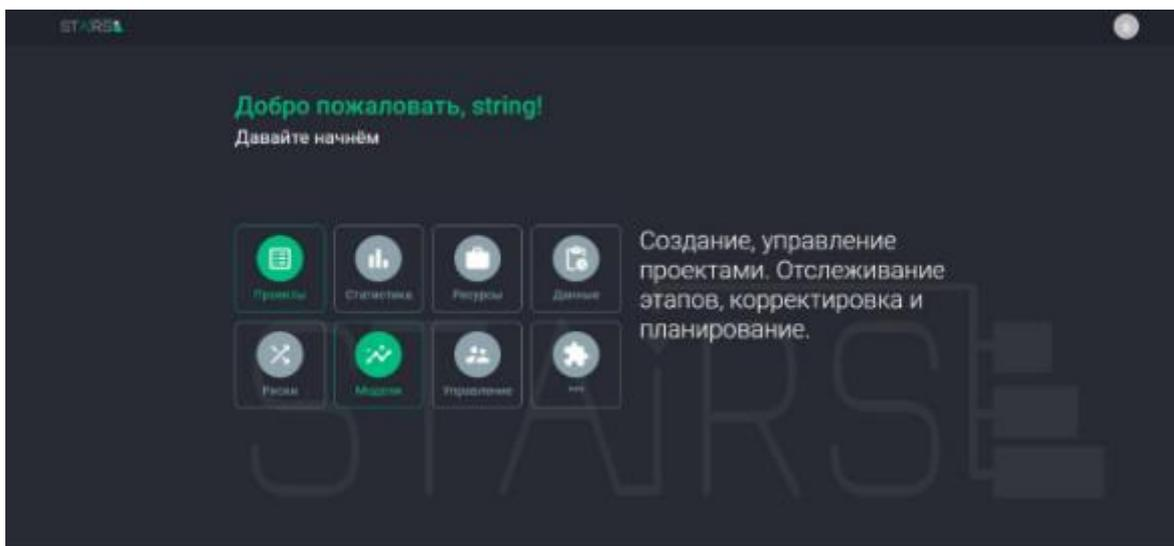

Рисунок 2 – Главная страница системы STAIRS
- c. После прохождения авторизации пользователь попадает на главную страницу, которая предлагает выбор между открытием страницы работы с проектами, просмотром страницы визуализации моделей байесовских сетей или доступом к другим функциям программы (рисунок 2).